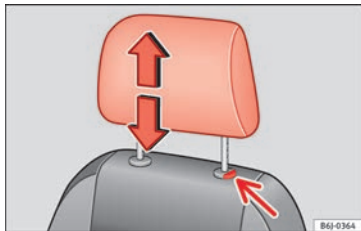

Abb. 99 Kopfstütze einstellen oder ausbauen.
- Drücken Sie die Taste »» **Abb. 99** (Pfeil).